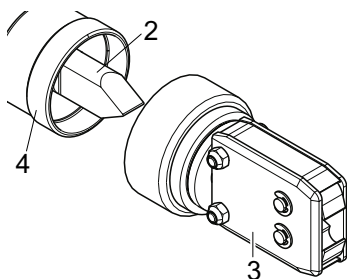
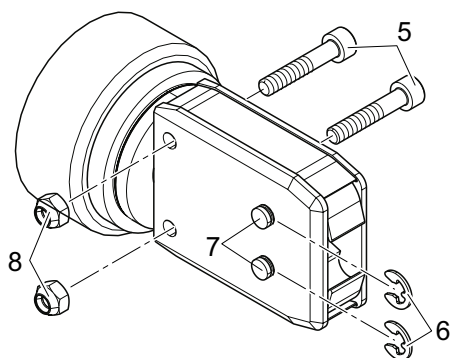
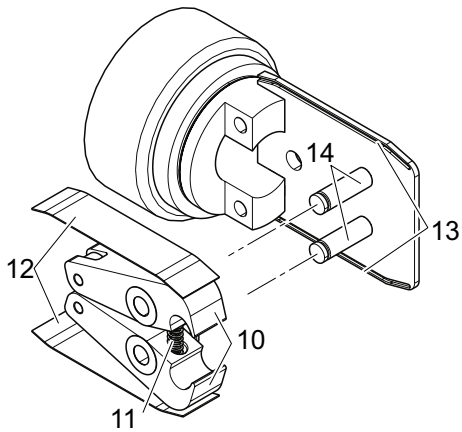

Fig. 26 : Déconnexion de la tête de pince
Fig. 27 : Démontage de la tête de pince
Fig. 29 : Montage des mâchoires de pince
3. Déconnectez la tête de pince (Fig. 26/3) de la pince électrique (Fig. 26/4).
Le poussoir (Fig. 26/2) reste dans la pince électrique (Fig. 26/4).
4. Retirez les deux verrous Fig. (Fig. 27/6) sur la tête de pince (Fig. 26/3).
Ne repoussez pas l'axe (Fig. 27/7) !
5. Dévissez deux écrous hexagonaux (Fig. 27/8) des boulons hexagonaux (Fig. 27/5).
7. Retirez le ressort de compression (Fig. 29/11), la plaque de recouvrement (Fig. 29/12) et les mâchoires de pince (Fig. 29/10).
8. Graissez, avec le lubrifiant spécial RENOLIT LX 2, et assemblez les mâchoires de rechange de pince (Fig. 29/10) et le ressort de compression (Fig. 29/11) du jeu de mâchoires de pince de remplacement avec l'axe (Fig. 29/14).
9. Réassemblez dans l'ordre inverse, en utilisant des rondelles de blocage neuves (Fig. 27/6).
10. Vérifiez la mobilité des mâchoires de pince (Fig. 29/10).
Le poussoir (Fig. 26/2) doit se trouver entre les deux mâchoires de pince (Fig. 29/10).